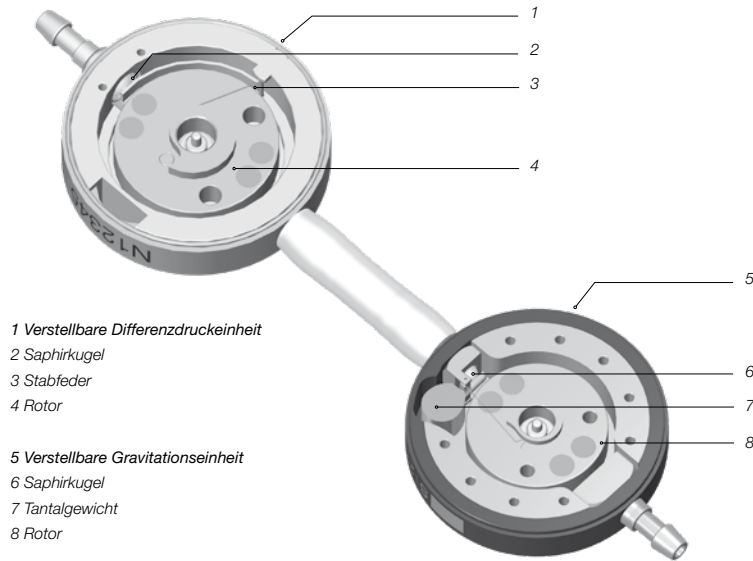

Abb. 1: Querschnitt des M.blue plus
Das M.blue plus ist ein aus Titan gefertigtes Ventil. Es besteht aus einer verstellbaren Differenzdruckeinheit (im Folgenden auch proGAV 2.0 genannt) und einer verstellbaren Gravitationseinheit (im Folgenden auch M.blue genannt) (Abb. 1). Die verstellbare Differenzdruckeinheit im proximalen Teil des Ventils (1) besteht aus einem stabilen Titangehäuse, in dessen vorderen Teil ein bewährtes Kugel-Konus-Ventil (2) integriert ist. Eine Stabfeder (3) bestimmt den Öffnungsdruck dieser Einheit. Über einen drehbar gelagerten Rotor (4) kann die Vorspannung der Feder und damit der Ventilöffnungsdruck durch die Haut verstellt werden.